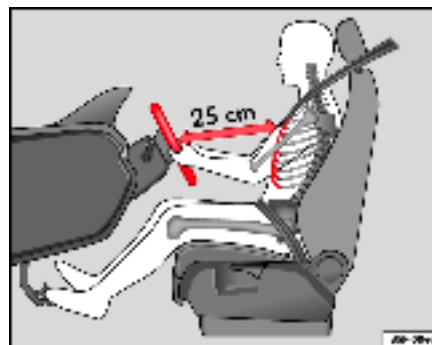

Fig. 133 Position de conduite correcte
- Réglez le volant jusqu'à ce que vous obteniez la position souhaitée \Rightarrow fig. 133.
- Réglez le siège du conducteur ou le volant de sorte que la distance entre celui-ci et votre thorax soit au moins de 25 cm → page 169, fig. 133. Si vous ne respectez pas cette distance minimale, le système d'airbags est dans l'incapacité de vous protéger – danger de mort !